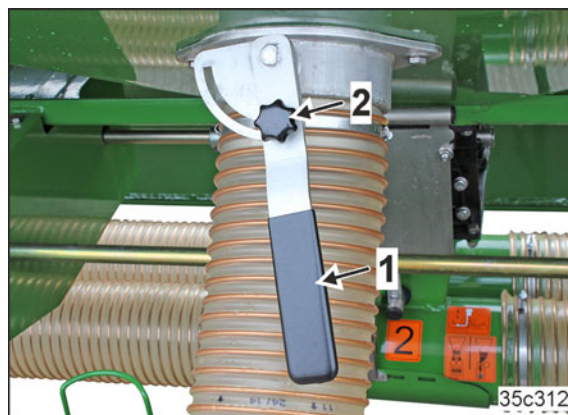

Fig. 57
2. Țineți ferm maneta (Fig. 57/1) și desfaceți șurubul randalinat (Fig. 57/2).
7. Asigurați maneta (Fig. 57/1) cu șurubul randalinat (Fig. 57/2).